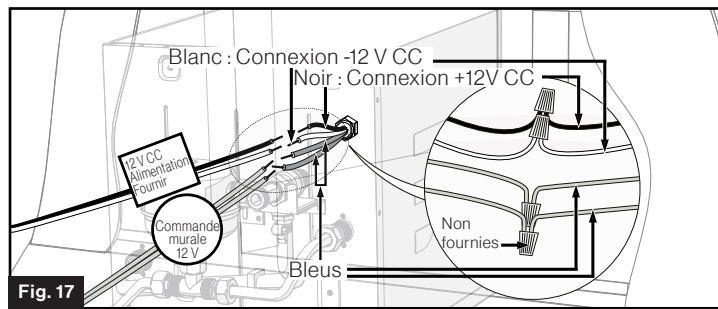

Fig. 17
- Branchez les fils d'alimentation (à l'arrière du chauffe-eau – le fil blanc et le fil noir) à une source d'alimentation nominale appropriée de courant continu de 12 V. (Fig. 17)
- Branchez les fils de la commande murale (deux fils bleus sur l'appareil). (Fig. 17)